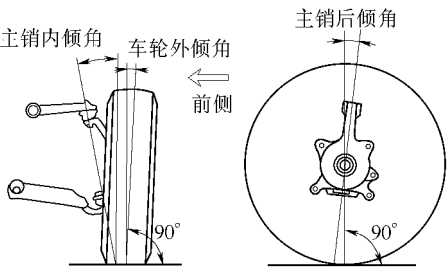

图 14-2 4WD 前车轮定位角
(2) 4WD 车轮定位，即车轮外倾角、主销后倾角和主销内倾角，如图 14-2 所示。